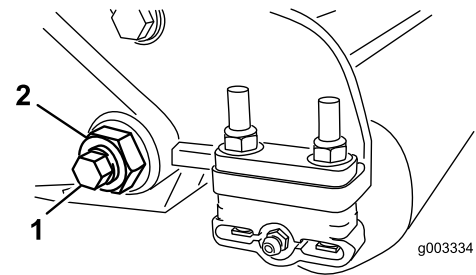

図 32
3. ベッドバーボルト 図 32 を固定しているロックナットを機体両側をゆるめる。
4. 各ベッドバーボルトを抜いて、ベッドバーを下に引き抜いて外す 図 32。